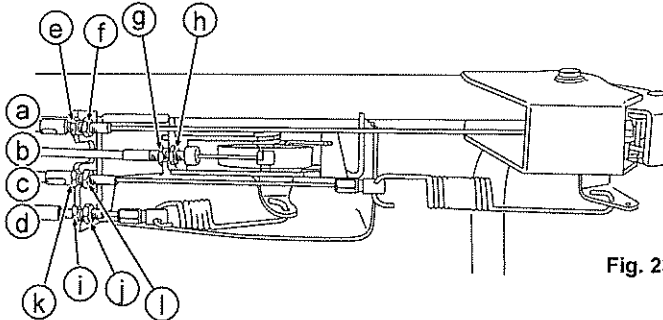

Fig. 23.
8.5.1 Alavanca do acelerador (Veja as fig. 23 e 24.)
8.5.2 Alavanca da lâmina (Veja as fig. 23 e 25.)
8.5.3 Alavanca da embreagem de acionamento (Veja as fig. 23 e 26.)
8.5.4 Alavanca de ajuste de velocidade (Veja as fig. 23 e 27.)